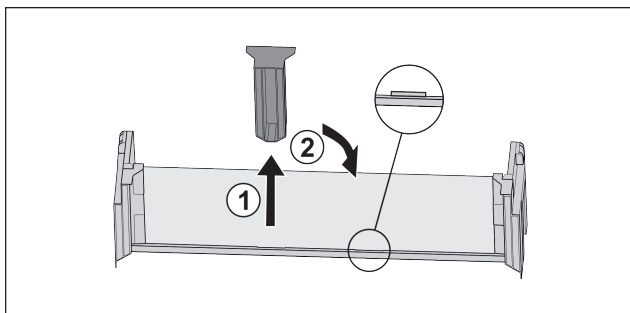

Fig. 18
- ▶ Middelste vasthoudeel lostrekken Fig. 18 (1).
- ▶ Middelste vasthoudeel in tweede positie inzetten Fig. 18 (2).